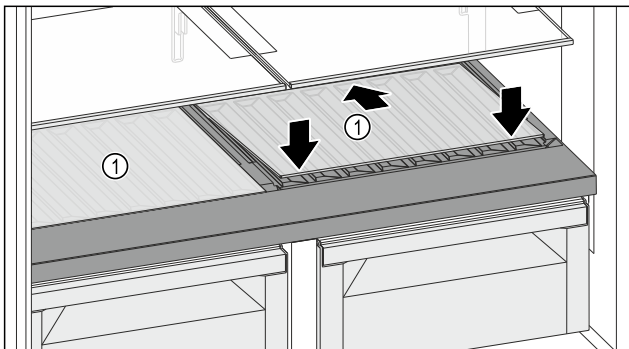

Fig. 122
- ▶ Вставьте стеклянную пластину Fig. 122 (1) наискосок и с уклоном назад вниз.
- ▶ Опустите стеклянную пластину Fig. 122 (1) спереди.